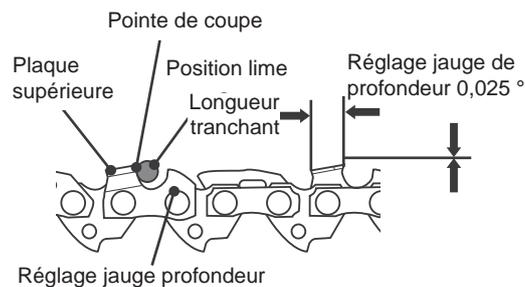

Fig. 52
- > Utiliser un instrument de mesure de la profondeur pour vérifier la hauteur de la profondeur. Des gabarits sont vendus par les principaux fabricants du secteur (Fig. 52).